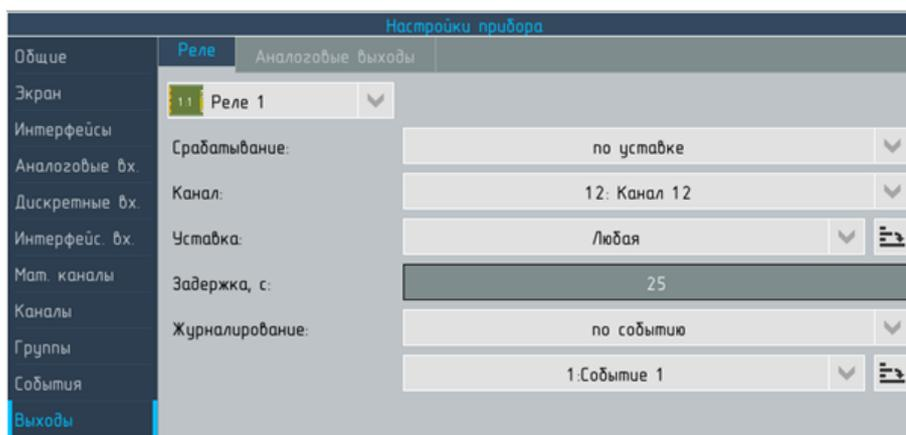

Рисунок 6.64 – Настройки прибора. Раздел Выходы, вкладка Реле, аргумент – уставка
- ▶ По уставке – реле срабатывает, если превышена назначенная для него уставка (см. рисунок 6.64);